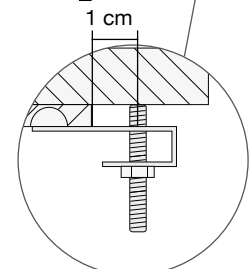

Fig.2
-Respetar las cotas de 1 cm indicadas en la Fig.2.